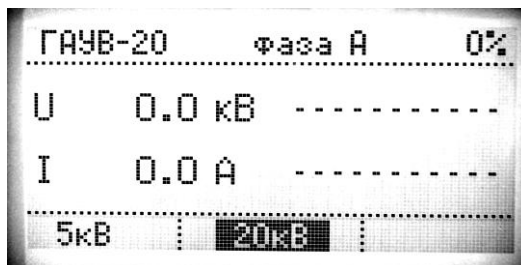

Рис. 14.
6.6.9. Нажать кнопку блока управления «ВЫПОЛНИТЬ». На экране БУ появится заставка режима «ГАУВ. 20кВ автомат» см. рис.14.